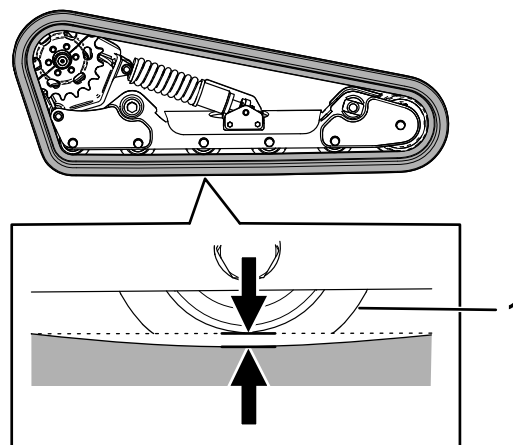

Figure 56
Levez/soutenez un côté de la machine et, en vous aidant du poids de la chenille, vérifiez qu'un espace de 13 mm existe entre le bas du rebord du galet de roulement et la chenille, comme montré à la Figure 56. Si ce n'est pas le cas, réglez la tension des chenilles comme suit :
5. Avec une clé à cliquet de 1/2 pouce, tournez la vis de tension jusqu'à obtention d'une flèche de 13 mm, comme montré à la Figure 56.
9. Vérifiez que la flèche est de 13 mm, comme montré à la Figure 56. Réglez au besoin.
20. Avec une clé à cliquet de 1/2 pouce, tournez la vis de tension dans le sens antihoraire jusqu'à obtention d'une flèche de 13 mm, comme montré à la Figure 56.
25. Vérifiez que la flèche est de 12,7 mm, comme montré à la Figure 56.